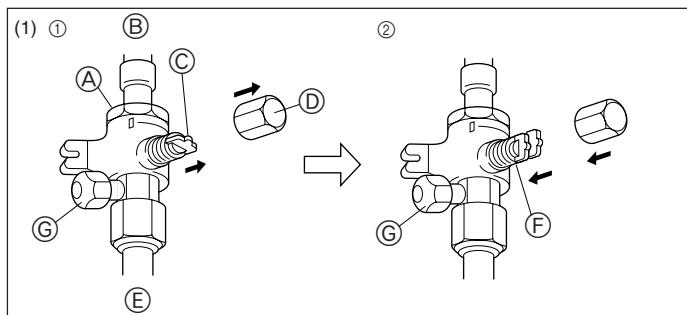
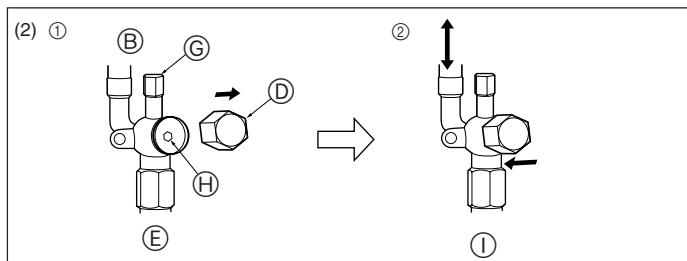

Fig. 4-6
Fig. 4-7
(1) Gaz tarafı (Fig. 4-6)
① Kapağı çıkarın, kolu kendinize doğru çekip saat yönünün tersine 1/4 devir çevirerek açın.
② Stop valfinin tamamen açık olduğundan emin olun, kolu içeri itin ve başlığı çevirerek tekrar ilk konumuna getirin.
(2) Sıvı tarafı (Fig. 4-7)
① Başlığı çıkarın ve 4 mm'lik bir altigen somun anahtarıyla vana çubuğu gidebileceği yere kadar saat yönünün tersine döndürün. Tampona dayanınca döndürmeye son verin.